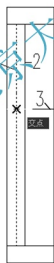

图 5.15 打断于点的位置
② 在指定第一个打断点: 提示下, 按照图 5.15 所示捕捉 1 线和 3 线的交点后命令自动结束。